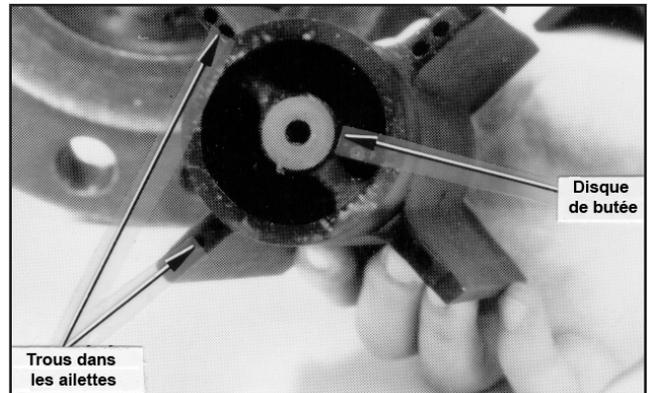

Figure 10
9. Inspecter les trous dans les ailettes du stator aval sur l'extrémité à palier de butée, figure 10, pour s'assurer qu'ils sont ouverts et que l'intérieur du stator est propre. Vérifier que le disque de butée ne présente ni rugosités, ni rainures, ni craquelures.
Dans certains débitmètres à turbine bidirectionnels, deux stators aval sont utilisés. Les trous se situeront donc comme indiqué à la figure 10.